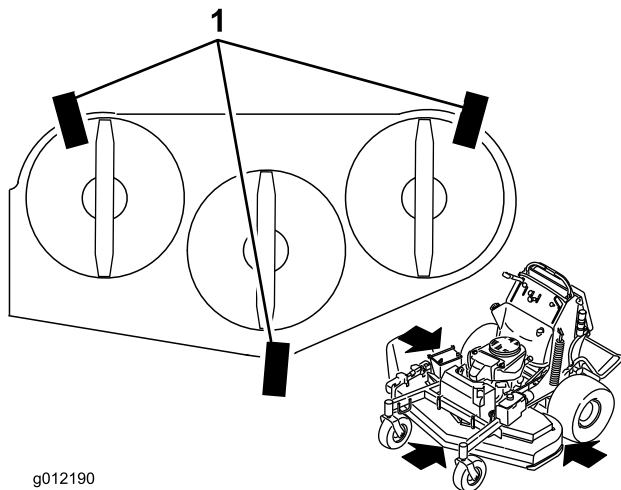

Figura 85
1. Coloque 3 listones de madera de 5x10 cm (2x4 pulg.) debajo de la plataforma del cortacésped, según se muestra en Figura 85. Coloque los listones de 5x10 sobre el lado de 10 cm (4 pulg.).